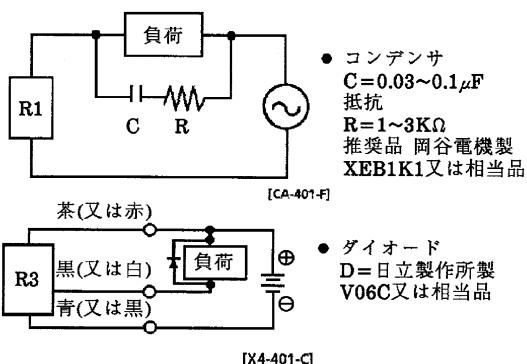

図5 誘導負荷にサージ吸収素子を併用した例。
- 誘導性負荷（リレー、電磁弁）を接続使用する場合には、スイッチOFF時にサージ電圧が発生しますので図5に示す保護回路を必ず設けてください。